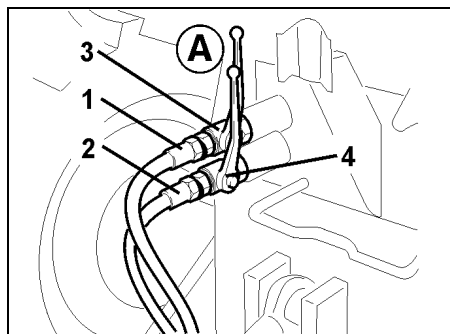

Fig. 19
- Anslut hydraulslangarna (Fig. 19/1 och Fig. 19/2) till respektive manöverventils uttag på traktorn.
- måste avstängningskranarna (Fig. 19/3 och Fig. 19/4) vara stängda: i pos A!